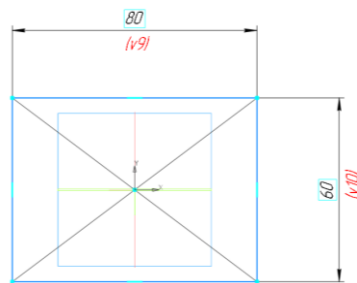

Рис. 16 Эскиз фланца
- **Инструменты эскиза – Геометрия – Прямоугольник по центру и вершине.** Параметры операции Прямоугольник: геометрические ограничения – объединить точки начало координат (0, 0, 0) и центр прямоугольника; размерные зависимости – ширина прямоугольника – 80 мм, высота – 60 мм (рис. 16).